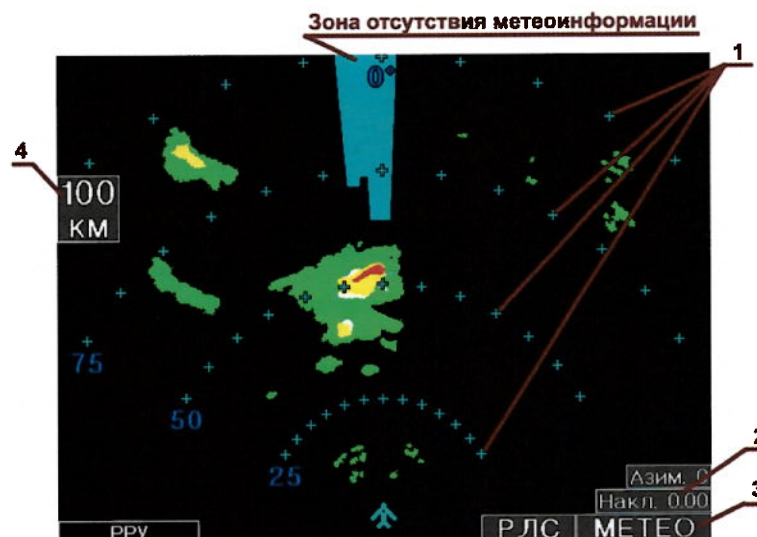

Рисунок 8 – Изображение на экране индикатора в режиме «Метео» в случае отсутствия достоверной информации о степени опасности метеообразований
- 3.5.5 Зоны, в которых отсутствует достоверная информация о степени опасности метеообразований (рисунок 8) вследствие того, что потенциал изделия исчерпан, отображаются голубым или белым цветом в зависимости от согласованного протокола взаимодействия с СЭИ.
- калибрационные метки дальности (с оцифровкой) и азимутального направления (рисунок 8, поз. 1);
- поле для индикации угла наклона антенны (рисунок 8, поз. 2);
- поле для индикации режима работы изделия (рисунок 8, поз. 3);
- поле для индикации масштаба и размерности радиолокационного изображения (рисунок 8, поз. 4).